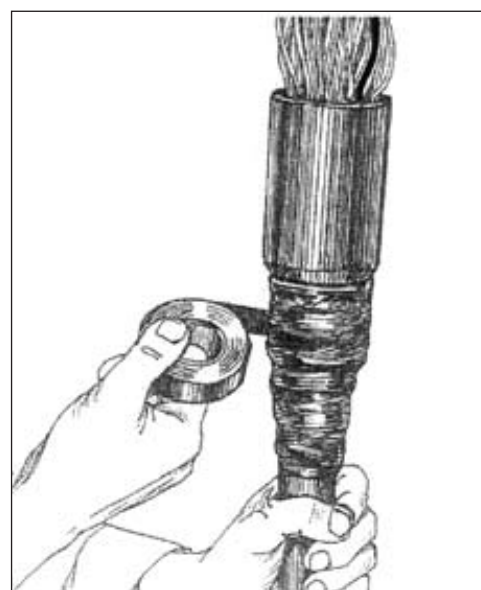

Рис. 3.14 - Намотка слоев ленты 88Т
3.2.3. Поверх ленты ЛГ-2 наматывают с 50% перекрытием 3-4 слоя ленты 88Т (рис. 3.14).